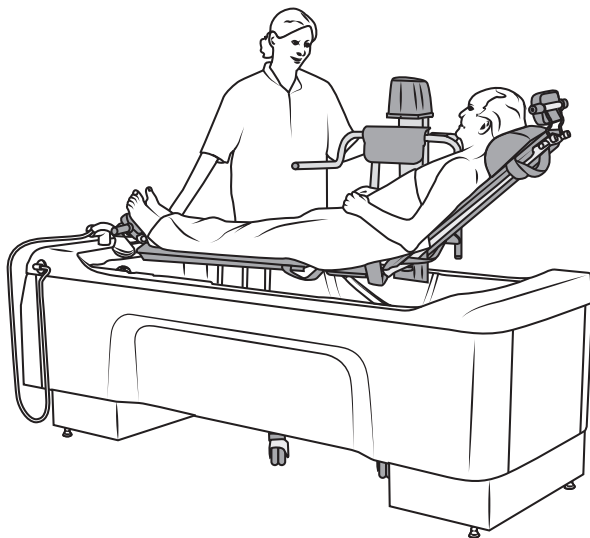

Figure 41
6. Déplacer le brancard élévateur d'hygiène avec le patient au-dessus de la baignoire Classic Line 2. Voir la section Figure 41.